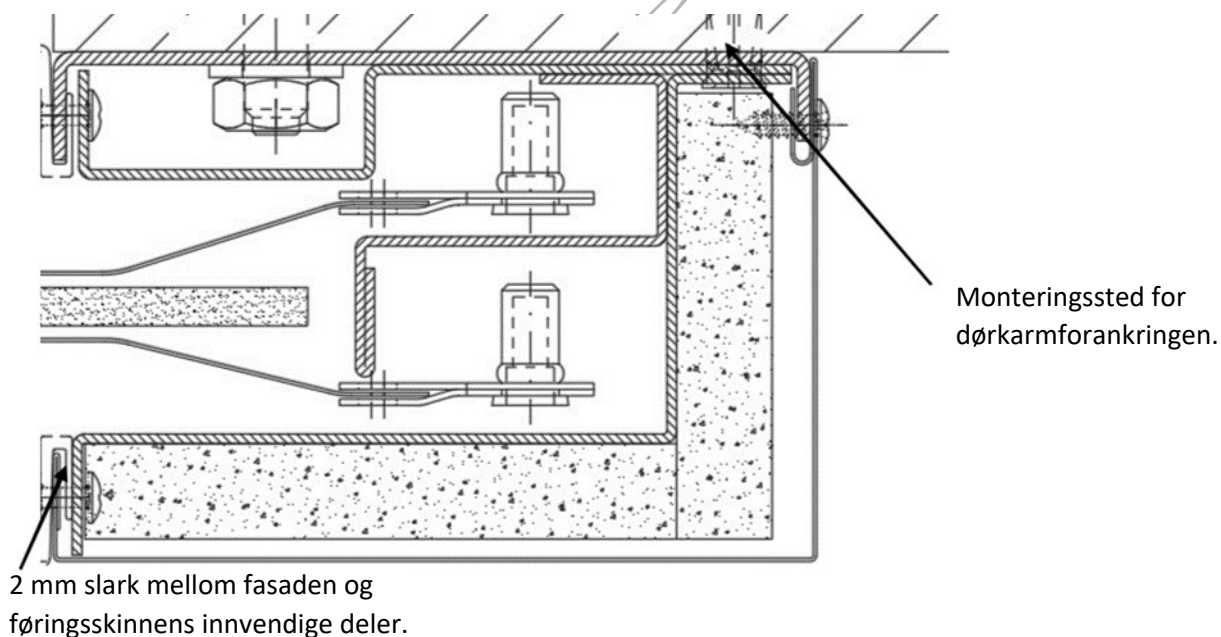

Fig. 11. Montering av føringsskiner
- Bruk hullene i skinnen til å bore Ø8-hull for dørkarmforankringene (fig. 11 og 12).